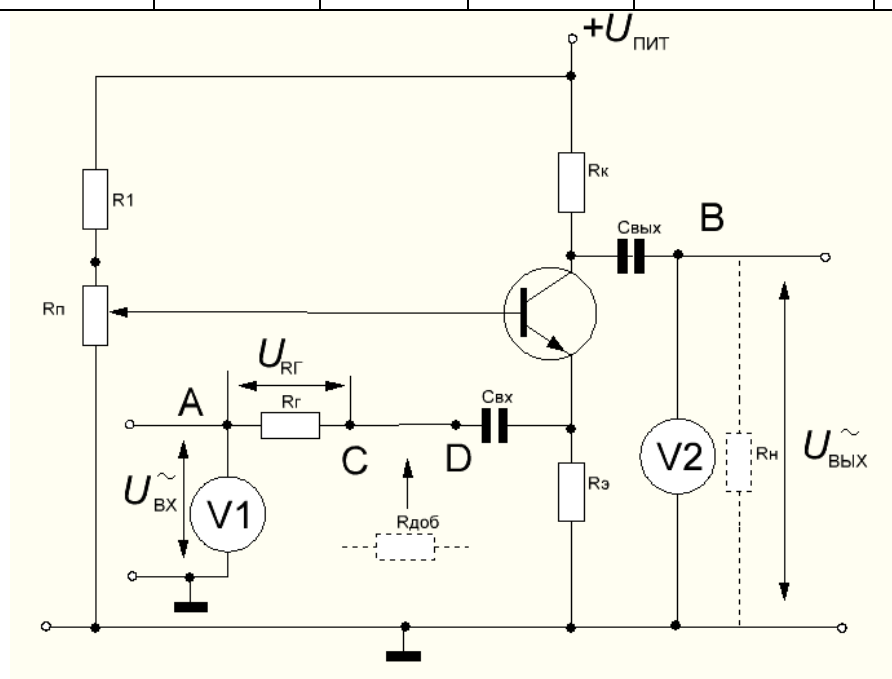

Рис. 8.5
- Прodelайте аналогичные опыты в схеме усилителя с общей базой (Рис. 8.5) и сравните результаты. Номиналы элементов для схемы с ОБ представлены в таблице 8.5.